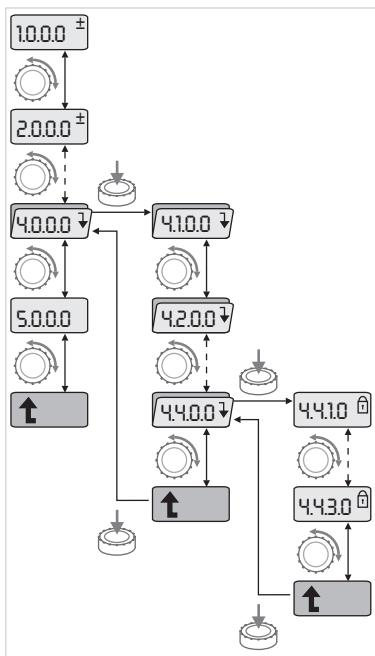

Fig. 37: Navigasjonseksempel
- Skifte til menymodus (se kapittel 8.6.2 «Skifte til menymodus» på side 33). Generell navigasjon i menyen gjøres på følgende måte (eksempel se fig. 37):